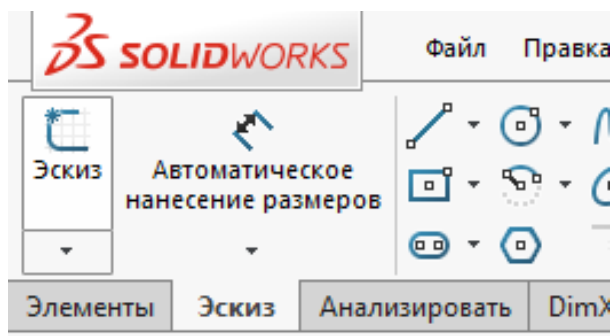

Рисунок 2 – режим эскиза
3. Войдем в режим эскиза при помощи кнопки «**Эскиз**» на вкладке «**Эскиз**». Рисунок 2.